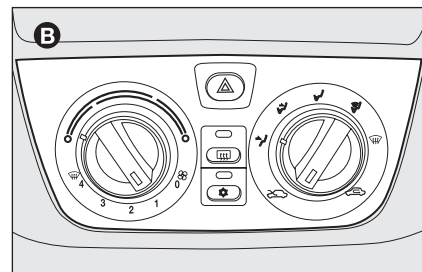

fig. 6
- ☐ avec climatiseur manuel **B-fig. 6** ;